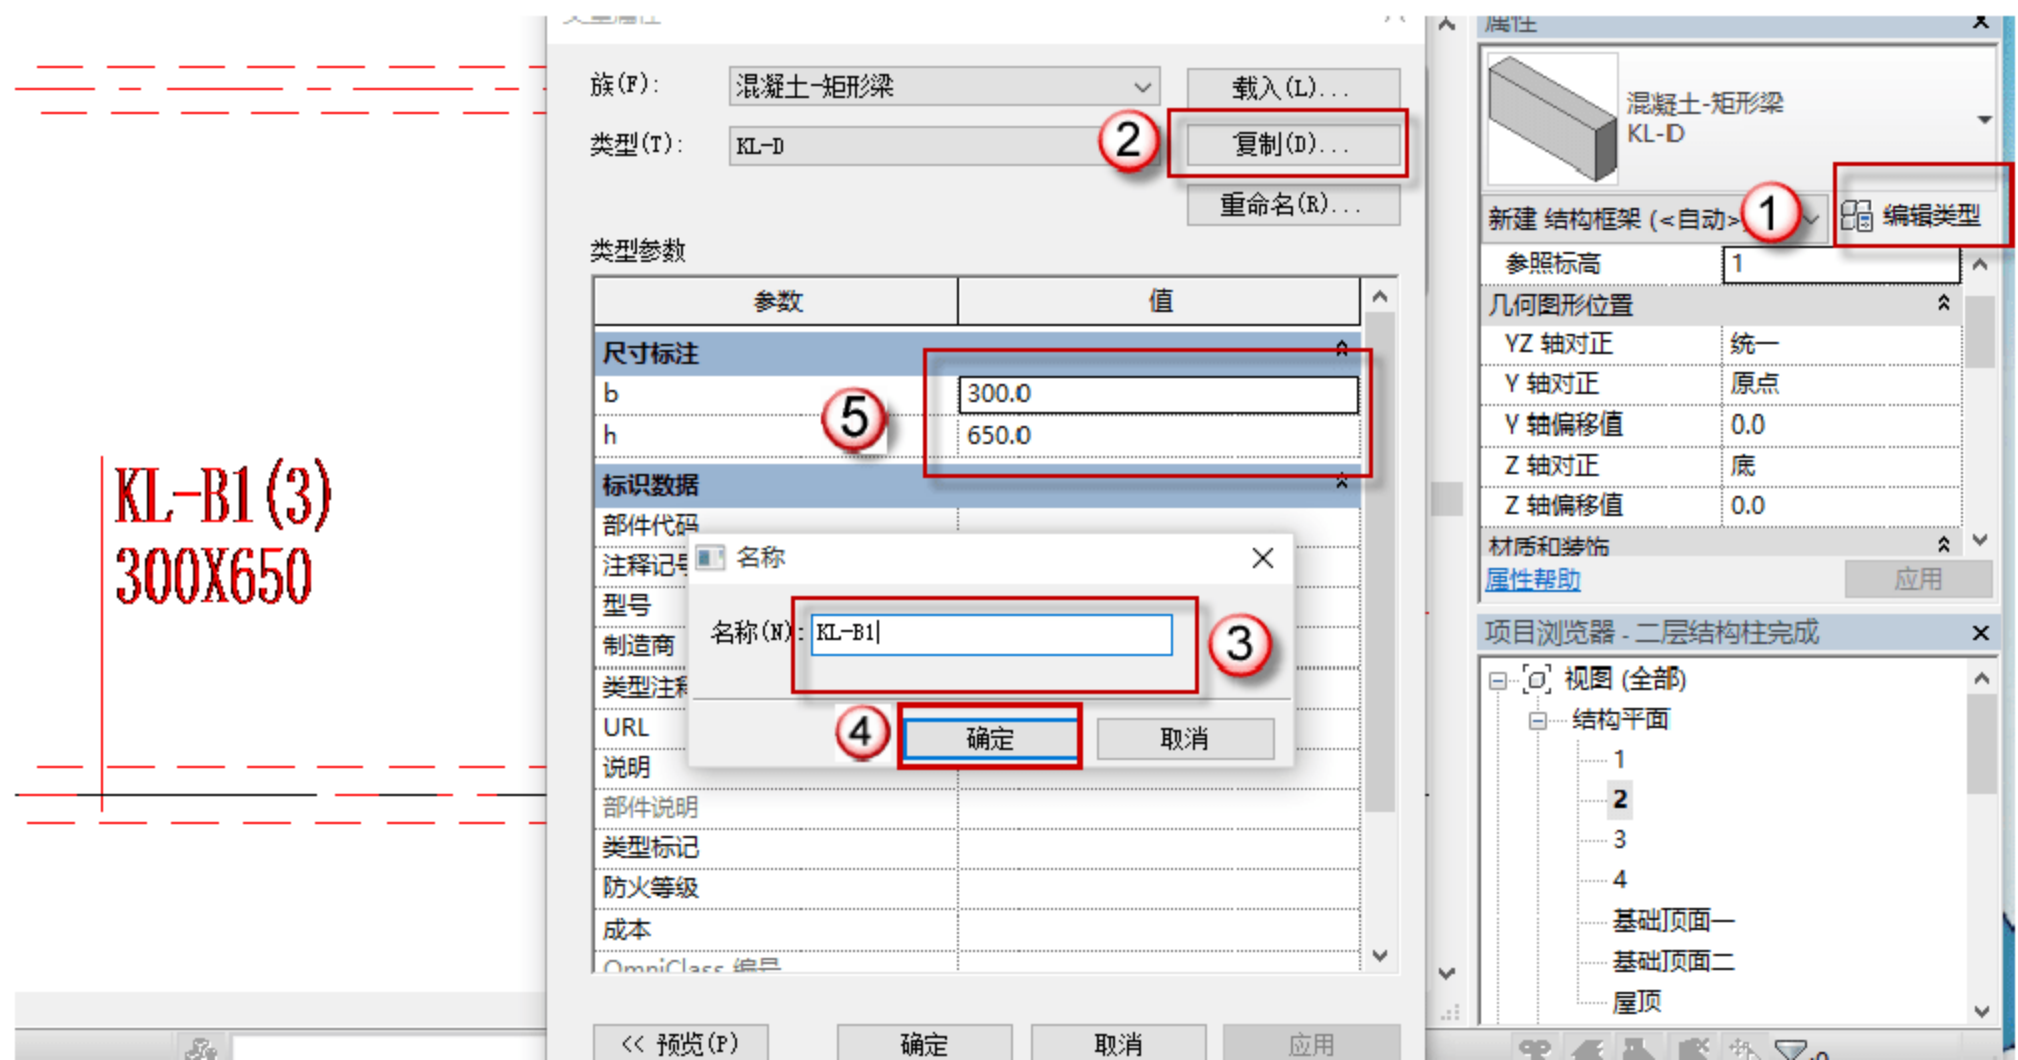

图 4.2.14 设置 KL-B1 参数
(14) 设置矩形梁 KL-B1 参数, 按快捷键 B+M, 出现绘制的界面, 单击“编辑类型”按钮, 在弹出的对话框中单击“复制”按钮, 再在弹出的对话框中命名新的族 KLB1, 单击“确定”按钮。在“尺寸标注”栏设置参数, 如图 4.2.14 所示。